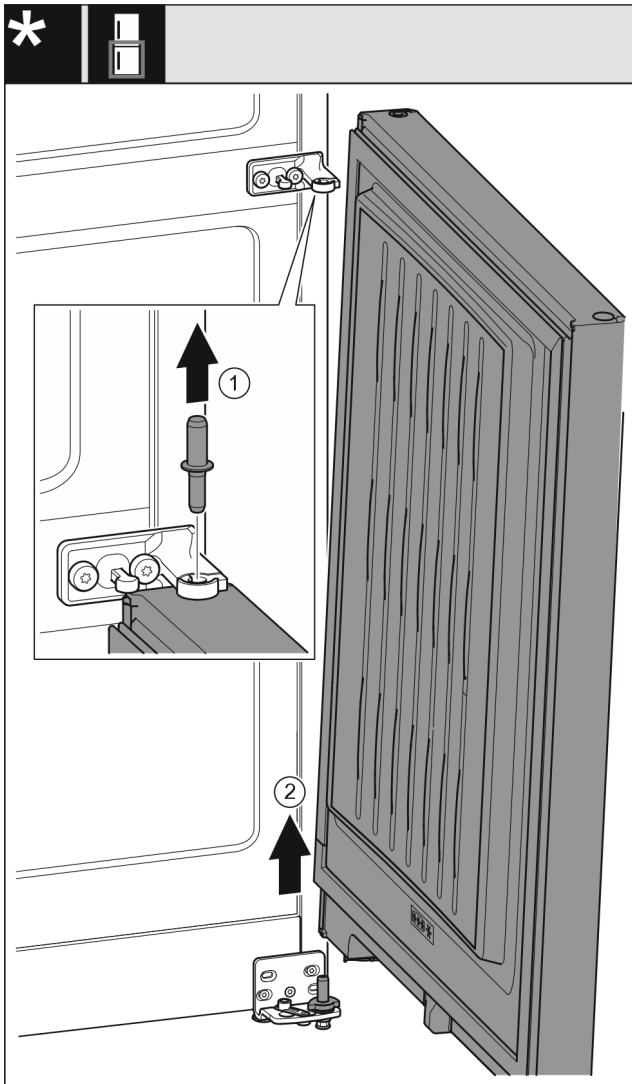

Fig. 26 Pa amortizator të mbylljes*
- Nxirrni jashtë bulonin Fig. 26 (1) duke e ngritur lart.*
- Anoni paksa derën Fig. 26 (2) për ta ngritur, tërhiqeni lart dhe lëreni mënjane.*